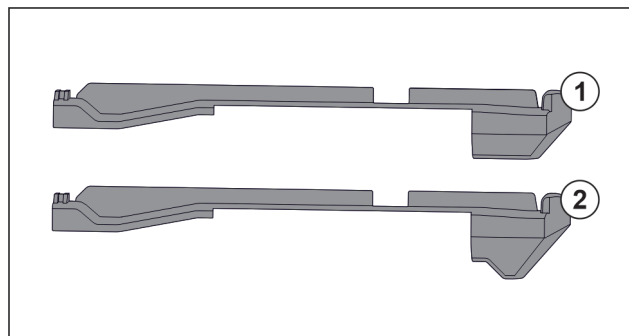

Fig. 147 Primerjava natičnih nastavkov
V napravi sta dva različna natična nastavka. Natični nastavek nad povsem spodnjim predalom Fig. 147 (2) ima trikotni rob. Vsi ostali natični nastavki Fig. 147 (1) imajo raven rob.
- ▶ Natični nastavek Fig. 147 (2) s trikotnim robom namestite nad povsem spodnjim predalom.
- ▶ Natični nastavek Fig. 147 (1) z ravnim robom namestite na vsa preostala mesta.